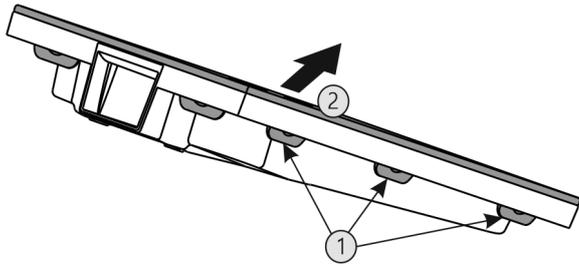

Fig. 28
- ▶ Alle Laschen Fig. 28 (1) nacheinander drücken und die Abdeckung Fig. 28 (2) entnehmen.